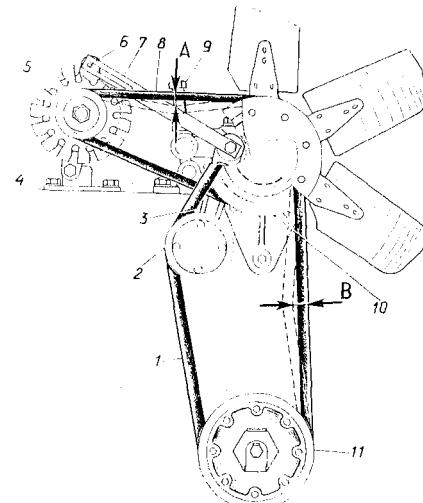

Рис. 17. Регулирование натяжения ремней вентилятора и генератора:
**Регулирование натяжения ремней.** При нагрузке 40Н (4 кгс), приложенной к середине ветви, прогиб ремня должен быть: для ремней привода вентилятора — 13—20 мм; для ремня привода генератора — 11—17 мм. При установке новых ремней их прогиб должен быть равен соответственно  $13^{+1}$  мм и  $11^{+1}$  мм. Натяжение ремней привода вентилятора регулируется поворотом рычага натяжного ролика с помощью регулировочного винта (рис. 17), а ремня привода генератора — поворотом генератора на кронштейне.